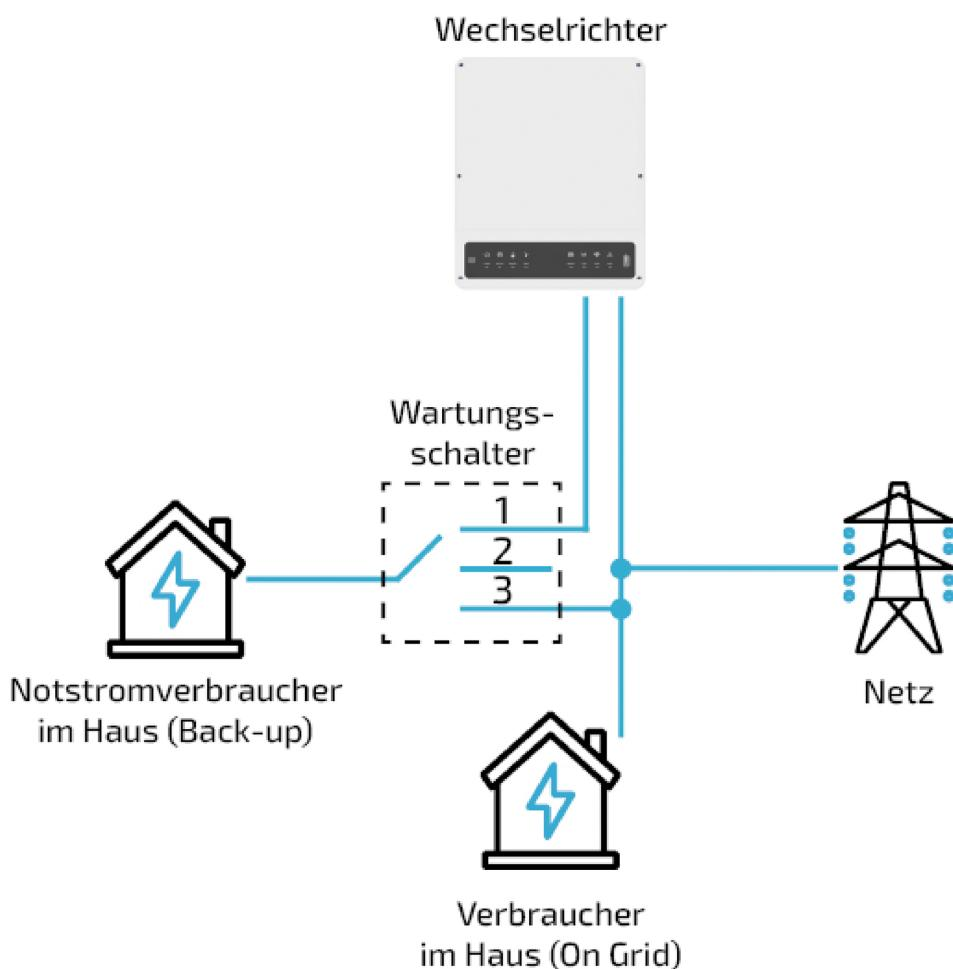

Abbildung 30. Installation — Wartungsschalter am Beispiel Home 20/30
- Abbildung 30. Installation — Wartungsschalter am Beispiel Home 20/30